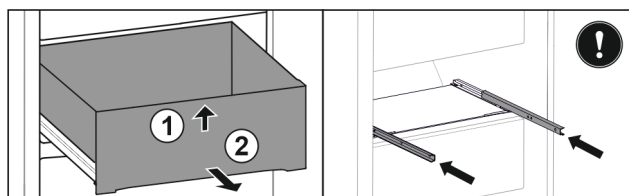

Fig. 147
- ▶ Emelje meg a fiók elejét. Fig. 147 (1)
- ▶ Vegye ki a fiókot előre felé. Fig. 147 (2)